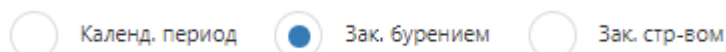

Рис. 3.49
- 2) Выбрать, какие скважины анализировать – за календарный период, законченные бурением или законченные строительством. Устанавливается с помощью переключателя (рис. 3.49).